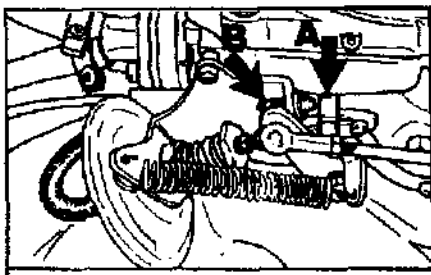

Рис. 1 Вит регулировки холостого хода (В).
- Убедиться в том, что рычаг дроссельной заслонки (А) находится в упоре регулировочного винта (В) (Рис.1).
- Если значения отличаются от заданного, то необходимо снять предохранительный колпачок с регулировочного винта (В) и вращением его установить заданное значение (Рис.1).